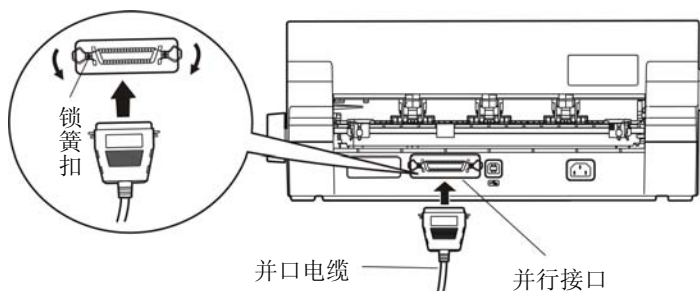
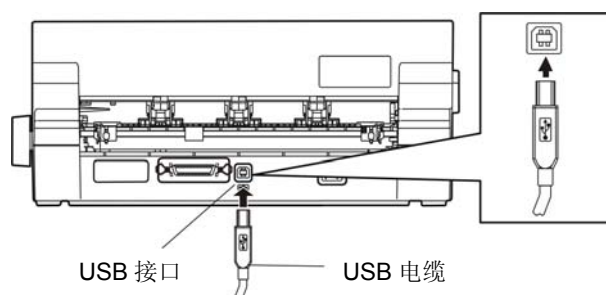
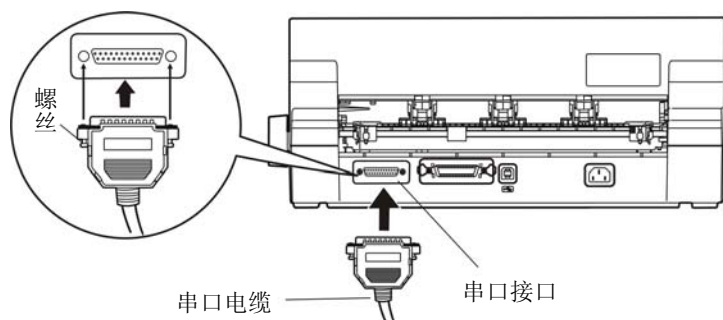
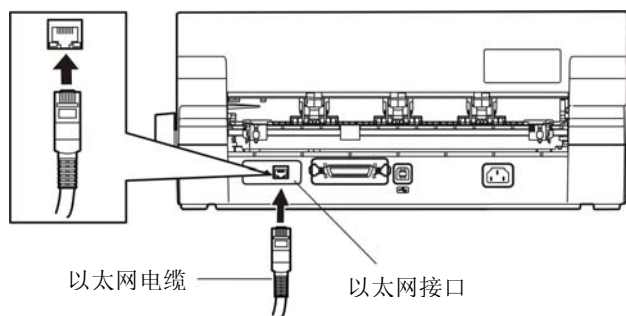

图 2-9 连接并口电缆
图 2-10 连接 USB 电缆
图 2-11 连接串口电缆
图 2-12 连接以太网电缆
本打印机可配置并行接口、USB 接口、串行接口或以太网接口（产品的具体接口配置，以实物为准）。请根据需要，用相应的接口电缆把打印机与计算机相连〔如图 2-9、图 2-10、图 2-11 和图 2-12 所示〕。
1. 关闭计算机与打印机的电源，将并口电缆插头连接到打印机的并行接口，扣上连接器两侧的锁簧扣，使插头固定（如图 2-9 所示）。
2. 将 USB 电缆的 B 端插头（方型）插进打印机的 USB 接口插座中（如图 2-10 所示）。
1. 关闭计算机与打印机的电源，将串口电缆插头连接到打印机的串行接口，拧紧两侧的螺丝，使插头固定（如图 2-11 所示）。
将以太网电缆的 RJ-45 水晶插头一端插进打印机的以太网接口插座中，另一端插头连接到局域网的接入端（如图 2-12 所示）。